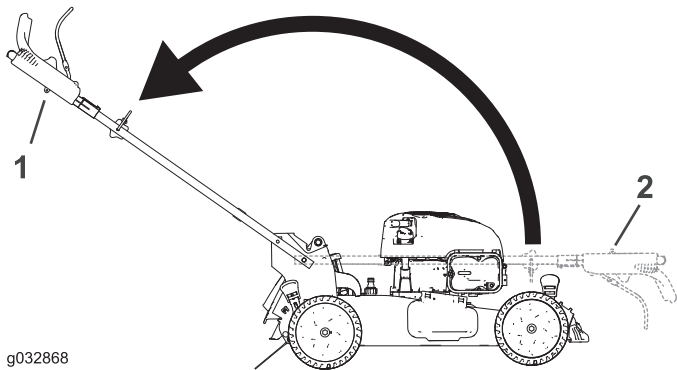

**Figura 4**
- Instale los extremos del manillar en la carcasa del cortacésped, de modo que el pasador instalado en cada soporte del manillar se encuentre en el orificio inferior de su extremo del manillar relacionado (Figura 4).